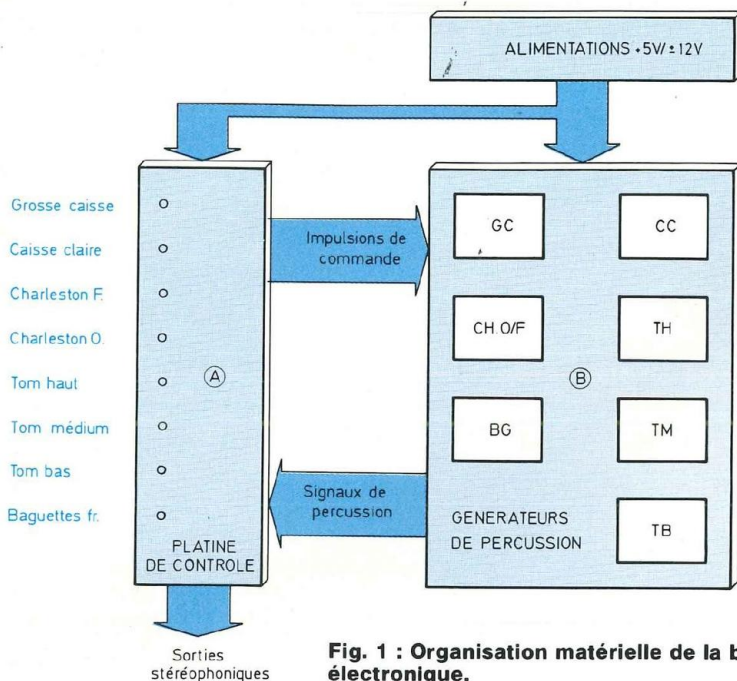

Fig. 1 : Organisation matérielle de la batterie électronique.
L'organisation matérielle de la batterie électronique est indiquée en figure 1 : une platine (A) réunit les poussoirs de